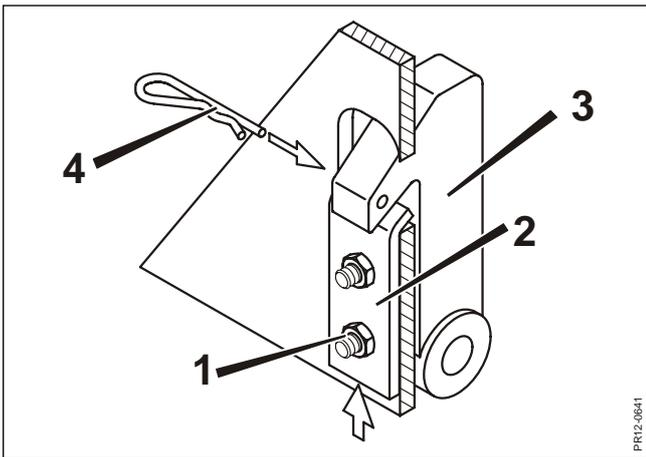

Fig. 2-3
- Fig. 2-3** Wenn der Spielraum zwischen der Sperrklinke und der Klinke des Schleppers zu groß ist, kann die Maschine während Arbeit oder Transport vom Schlepper abspringen.